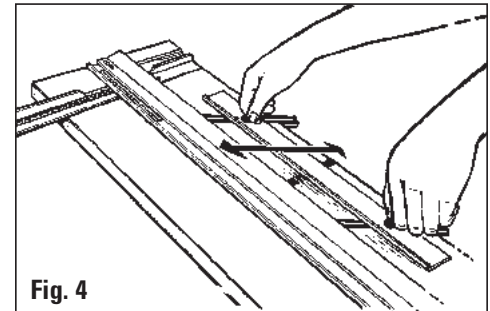

Fig. 4
3. Pour desserrer, tournez les boutons dans le sens inverse des aiguilles d'une montre et faites glisser. **Fig. 4**
3. Zum Lösen drehen Sie die Knöpfe gegen den Uhrzeigersinn und schieben. **Abb. 4**
3. Para aflojar, gire las perillas en dirección contraria a las agujas del reloj y deslice. **Fig. 4**
3. Per allentare, ruotare le manopole in senso antiorario e fare scorrere. **Fig. 4**
Utilisez l'outil d'alignement situé dans la fente du bras d'équerrage pour aligner la fente du support avec celle du bras. Utilisez les deux grandes vis à métaux fournies pour fixer le bras d'équerrage dans la fente du support. Ces vis à métaux sont vissées dans le support pendant l'expédition. **Fig. 4**
Verwenden Sie das Ausrichtwerkzeug im Auswinkelarmschlitz, um den Schlitz in der Platte mit dem im Auswinkelarm auszurichten. Verwenden Sie die zwei größeren Maschinenschrauben, um den Auswinkelarm im Plattenschlitz zu befestigen. Diese Maschinenschrauben werden zu Transportzwecken in die Platte eingeschraubt. **Abb. 4**
Utilice la herramienta de alinear que se encuentra en la ranura del brazo de escuadra para alinear la ranura del tablero con la ranura en el brazo de escuadra. Utilice los dos tornillos de máquina más grandes provistos para apretar el brazo de escuadra en la ranura del tablero. Estos tornillos de máquina se encuentran enroscados en el tablero para los propósitos del viaje de envío. **Fig. 4**
Utilizzare l'utensile di allineamento collocato nella scanalatura del braccio di squadratura per allineare la scanalatura del pannello con la scanalatura del braccio di squadratura. Con le due viti più grandi fornite, serrare il braccio di squadratura nella scanalatura del pannello. Queste viti si trovano avvitate nel pannello per scopi di trasporto. **Fig. 4**
Retirez la vis de la lame et la plaque de couverture de la lame du support de lame. Placez une lame n° 270, le bord tranchant vers le bas, dans la fente du support de lame et alignez le trou de la lame avec le réglage de hauteur souhaité. Remettez en place la plaque de couverture de la lame et la vis de la lame. **Fig. 4**